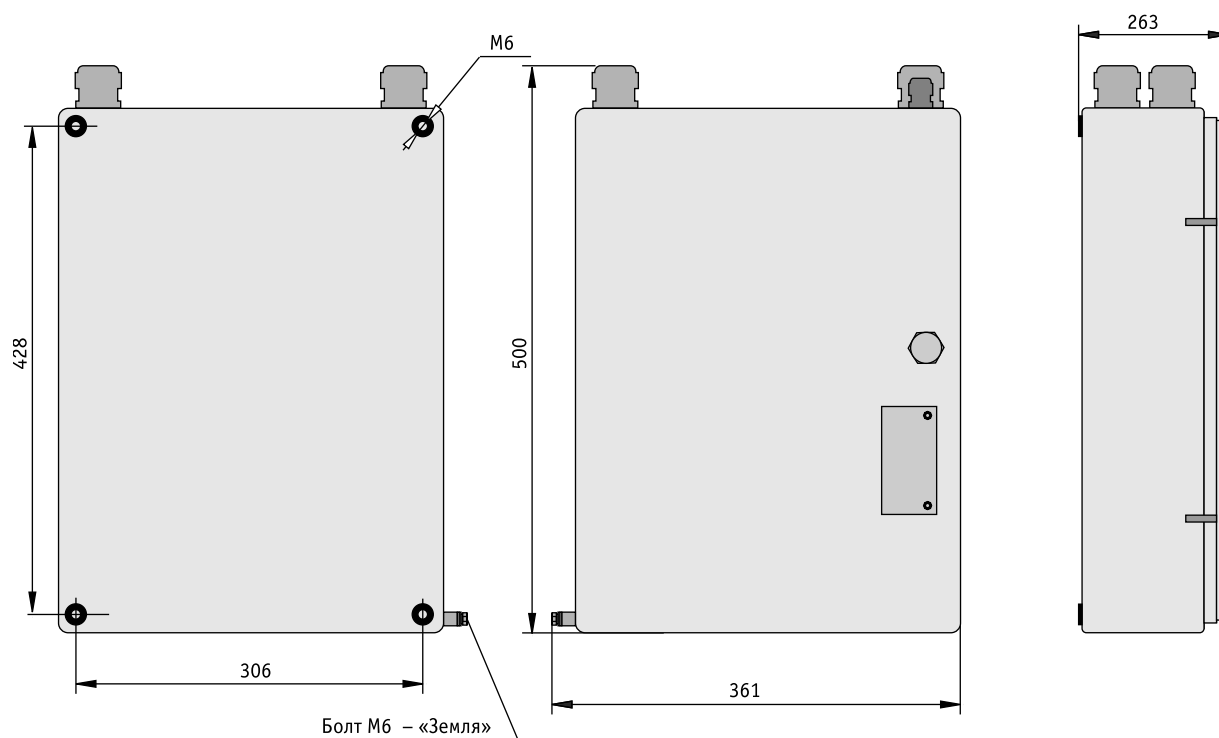

Рисунок 14
- На фасаде ячейки выполнить 4 отверстия $\varnothing 7$ мм (смотри разметку на рис. 14).